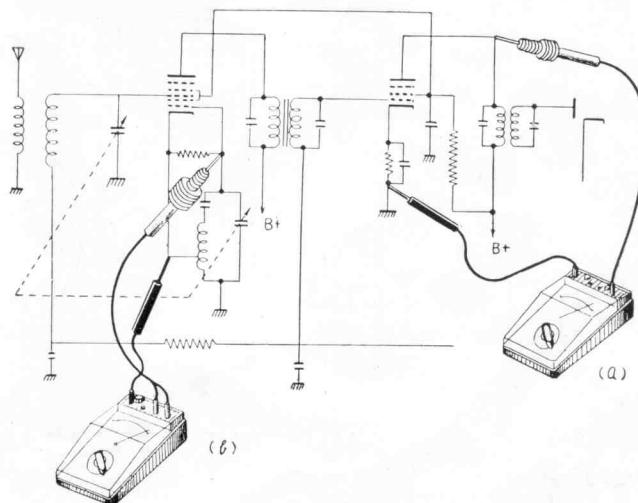

Fig. 4
10) Para medir la corriente de grilla vea fig 4